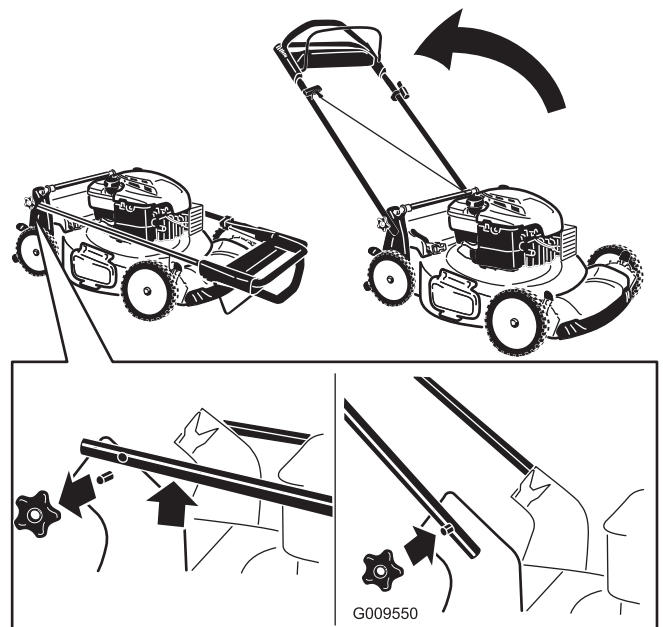

Figura 3
- Retire los pomos del manillar de la carcasa de la máquina (Figura 3).
- Instale y apriete los pomos del manillar que retiró en el paso 1 (Figura 3).